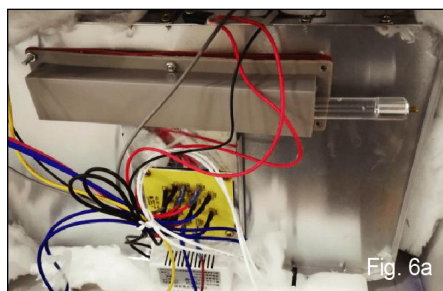

Fig. 6a
9. Wyjmij uszkodzoną żarówkę. Włóż nową żarówkę z powrotem do małego pudełka, zamknij pokrywę i dokręć dwie śruby na pokrywce. Patrz rys. 6a i 6b.